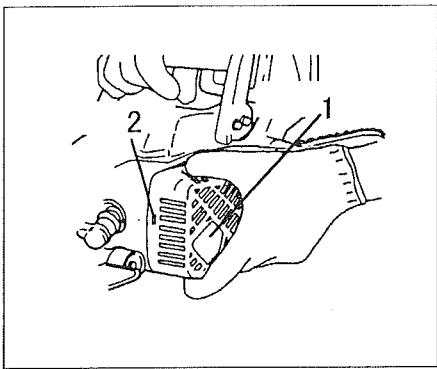
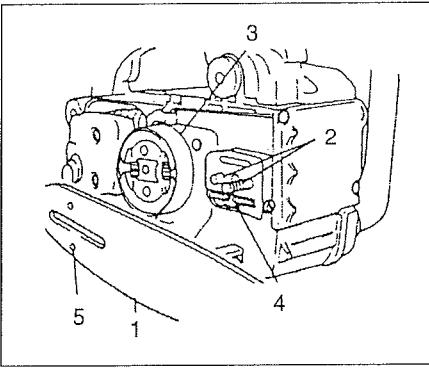

Fig.1-1
Fig.1-2
2. Remove the side case (1) as pinching the rear part of the side case (1). (Fig. 1-1)
3. Install, the chain bar (1) onto the bolts (2), then push it toward the sprocket (3) as far as it will go. Make sure that the boss of chain tension adjust bolt (4) fits into the hole of the bar (5). (Fig. 1-2)
6. Install the side case (1) onto the guide bar clamp bolts after inserting it on the alignment / locking tab on the engine case (2). (Fig. 1-1) Then fix the clamp nut temporarily.
2. Retirer le carter latéral (1) en tenant la partie arrière du carter latéral (1). (Fig. 1-1)
3. Installer le guide-chaîne (1) sur les tiges filetées (2), puis le pousser au maximum vers le pignon (3). S'assurer que l'ergot du boulon de réglage de tension de la chaîne (4) s'adapte correctement dans le trou du guide-chaîne (5). (Fig. 1-2)
6. Installer le carter latéral (1) sur les tiges filetées (2) de serrage du guide-chaîne après l'avoir introduit sur le dispositif d'alignement et de verrouillage qui se trouve sur le carter du moteur (2). (Fig. 1-1)
2. Rimuovere il carter laterale (1) schiacciando la parte posteriore del carter laterale (1), (Fig. 1-1)
3. Installare la barra catena (1) sui bulloni (2) e quindi spingerla verso il pignone (3) il più possibile. Assicurarsi che il perno del bullone di regolazione della tensione catena (4) entri nel foro sulla barra (5). (Fig. 1-2)
6. Installare il carter laterale (1) sui bulloni di fissaggio della barra catena dopo averlo inserito sulla linguetta di allineamento/blocco sul carter del motore (2). (Fig. 1-1)
2. Das Seitengehäuse (1) durch Zusammendrücken des hinteren Teils des Seitengehäuses (1) entfernen. (Fig. 1-1)
- \* Die Anschlagspitze (1) (Falls vorhanden) mit den beiden Schrauben an das Werkzeug montieren. (Fig. 1-1 B)
3. Die Schiene (1) auf die Gewindebolzen (2) stecken und dann so weit wie möglich gegen das Kettenrad (3) drücken. Sichern-tellen, daß die Nase der Kettenspannungs Einstellschraube (4) in die Bohrung der Schiene (5) greift (Fig. 1-2)
6. Das Seitengehäuse (1) auf den Ausricht-/Sperrzapfen am Motorgehäuse (2) stecken und an die Schienenklemmschrauben montieren. (Fig. 1-1)
2. Quite la tapa lateral (1), apretando parte trasera de la tapa lateral (1). (Fig. 1-1)
- \* Instale la defensa de escarpia equipada (1) (Si lo tiene equipado) a la unidad con 2 tornillos. (Fig. 1-1 B)
3. Instale la barra de cadena (1) en los tornillos (2), luego, empújela hacia la rueda dentada (3) lo más lejos posible. Asegúrese de que la cabecera del tornillo (4) de ajuste de tensión de cadena está fija en el agujero de la barra (5). (Fig. 1-2)
6. Instalar la caja lateral (1) sobre el tornillo de fijación de la barra, después de insertarla en el alineamiento de la lengüeta de cierre que está sobre la caja del motor (2). (Fig. 1-1)
2. Tag bort kedjedrevskåpan (1) genom att hålla dess bakre del (1) med handen. (fig. 1-1)
- \* Montera det medföljande, pliggförsedda barkstödet (1) (Om sådana finns) på enheten med de två skruvarna. (Fig. 1-1 B)
3. Montera svärdet (1) på svärdsbultarna (2), och skjut in det mot kjedjedrevet (3) så långt som det går.
- Kontrollera att tappen för kedjespännarens justerskruv(4) passas i i hålet i svärdet (5). (Fig. 1-2)
6. Passa in kedjedrevskåpan(1) i positionshålet i bakkanten på motorkåpan (2) och montera den på svärdsbultarna. (Fig. 1-1)